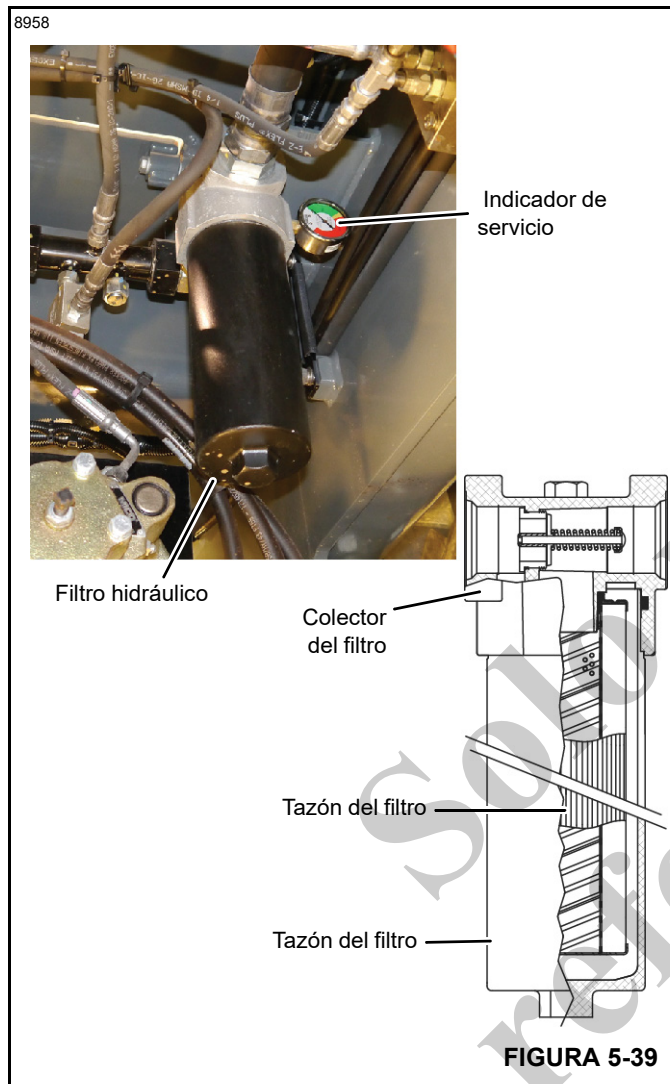

FIGURA 5-39
1. Cambie el elemento del filtro hidráulico (Figura 5-39) cuando el indicador de servicio esté en la zona roja.